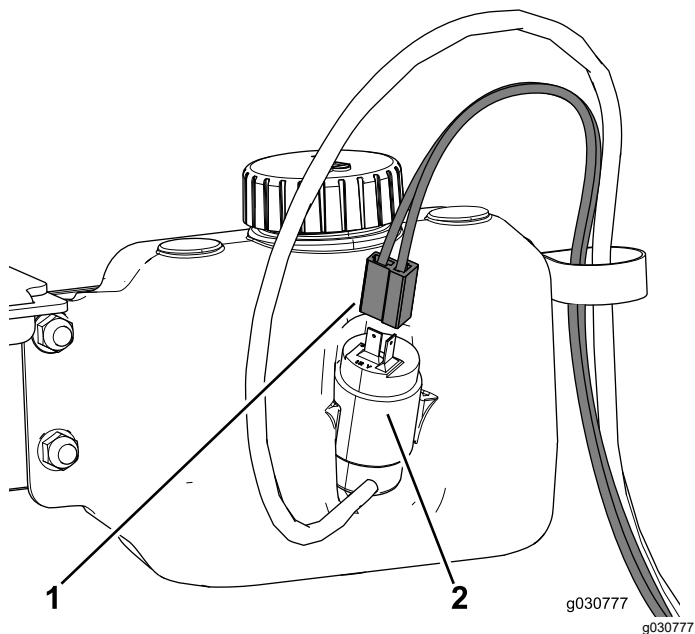

Figura 52
4. Disponete il cablaggio preassemblato per il serbatoio lavacrystallo attraverso il serratubi a R e collegatelo al serbatoio lavacrystallo (Figura 52).